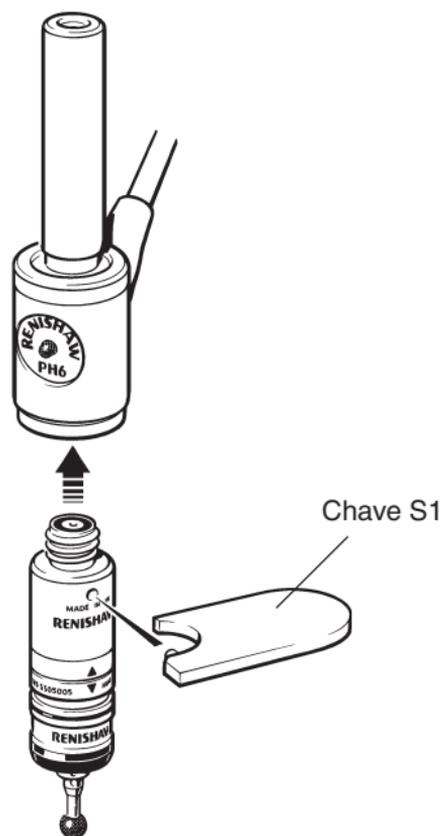

Figura 20 – Instalar um apalpador de toque em um cabeçote apalpador manual (apresentação do PH6)
Instale um apalpador de toque para MMC com rosca M8 e sem junção automática em um cabeçote apalpador manual como descrito abaixo (consulte a Figura 20):
2. Encaixe a chave em “C” S1 (fornecida) no apalpador de toque, como indicado na Figura 20.